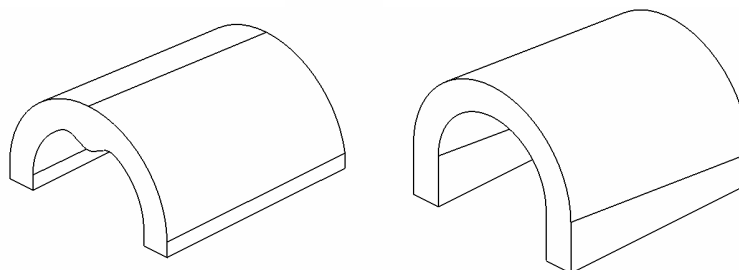
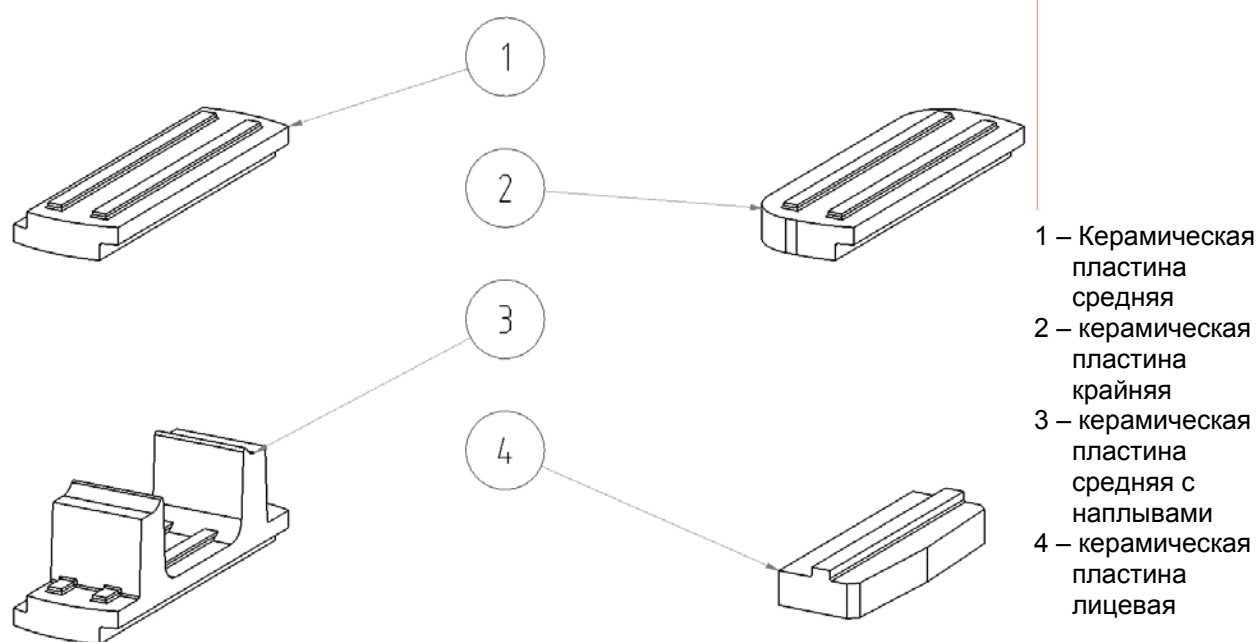
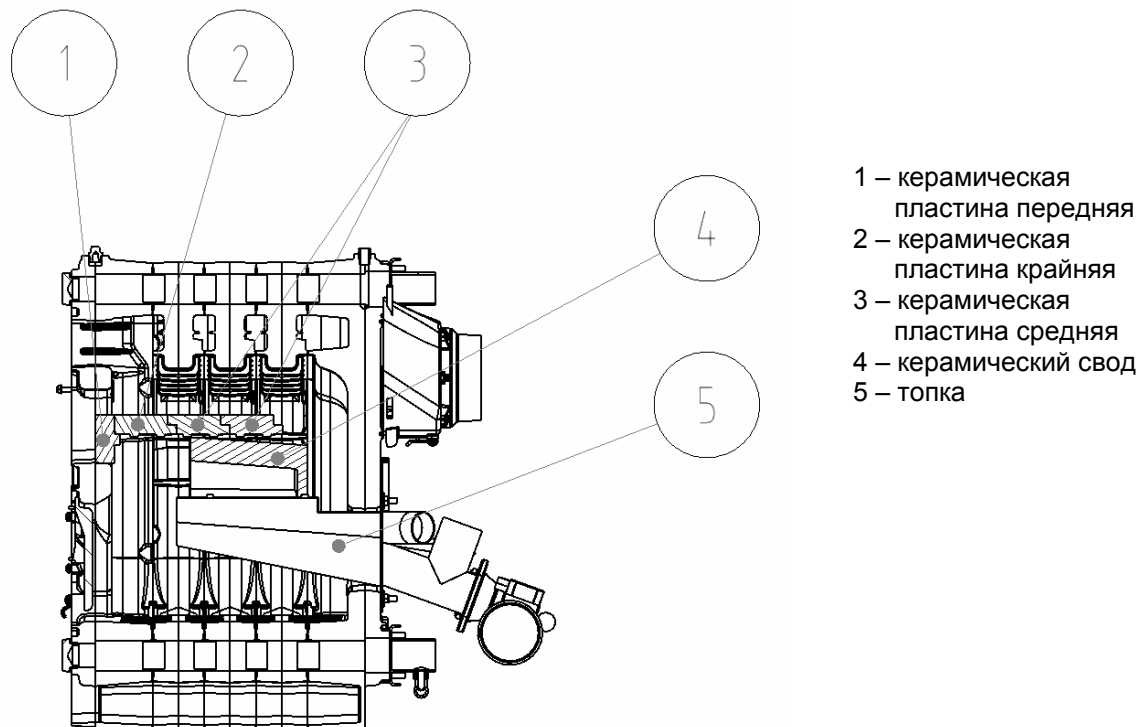

Рис. 11 Керамический свод для 5 и 10 секционный котел
Рис. 12 Форма керамических пластин
Рис. 13 Укладка керамических пластин в 5-секционный теплообменник
5. В камеру сгорания установить керамический свод (рис. 11) открытой частью вперед (см. Рис. 13 и 14). На боковые наплыва камеры сгорания установить керамические пластины (см. Рис. 13 и 14). Для котла VIADRUS HERCULES ECO существует 4 типа керамических пластин (см. таб. 3 и рис. 12). Установку керамических пластин произвести рис. 13 и 14. При установке керамических пластин необходимо следить за тем, чтобы пластины как следует легли на наплывы и замки пластин попали друг в друга. Возможные негерметичности можно исправить котловым герметиком с жаростойкостью 1200 °С (напр. ZWALUW) или жаробетоном.